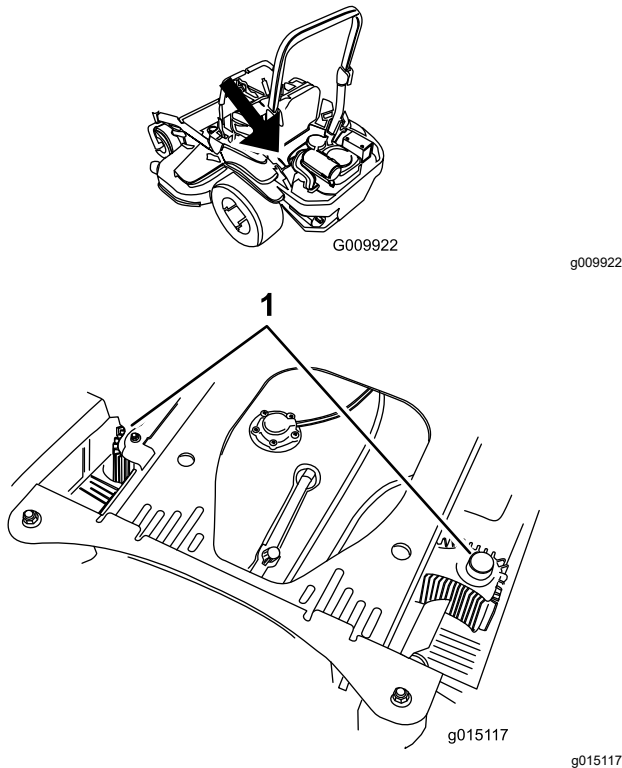

Figure 88
4. Débarrassez les protections de l'unité hydraulique de l'herbe et des débris accumulés (Figure 88).